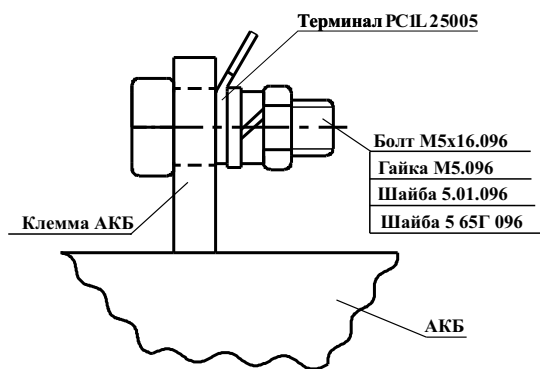

Рисунок 2
Подключение источника к АКБ 17 А·ч производится через терминал (см. рисунок 2), входящий в комплект поставки источника.
8.2 При отсутствии АКБ измерение напряжения на выводах для подключения АКБ (см.рисунок 2) является не корректным, его величина не регламентируется.